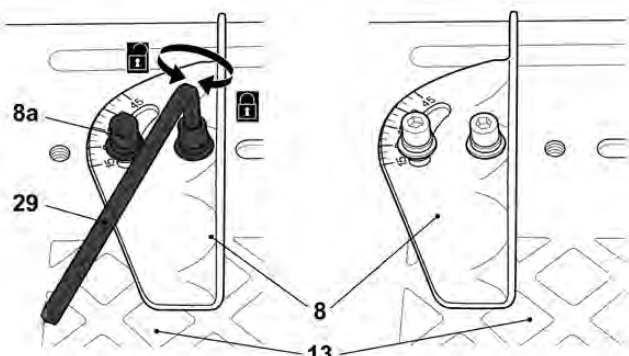

Fig.5
- > Slăbiți șuruburile de montare (8a) de pe scală (8d) cu cheia hexagonală (29) și ajustați reglorul de unghi (8) la unghiul necesar (Fig. 5).